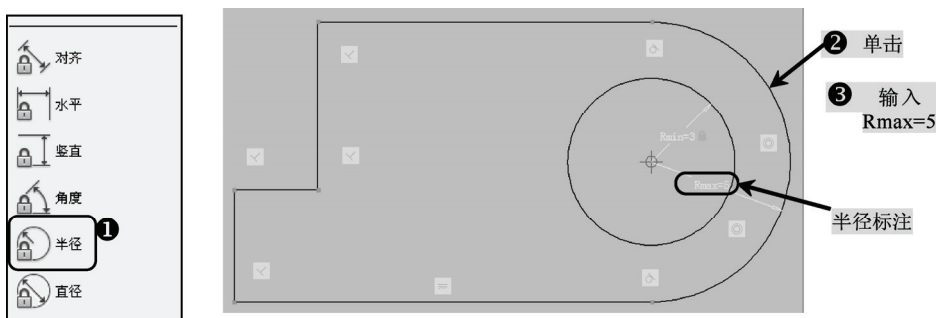

图 10-22 标注 Rmax
11) 在块编写选项板上单击选择“尺寸约束”选项卡, 选择“半径”工具, 对图中半径为 5 的圆弧进行“半径”标注, 单击目标圆确定后, 输入“Rmax=5”, 如图 10-22 所示。